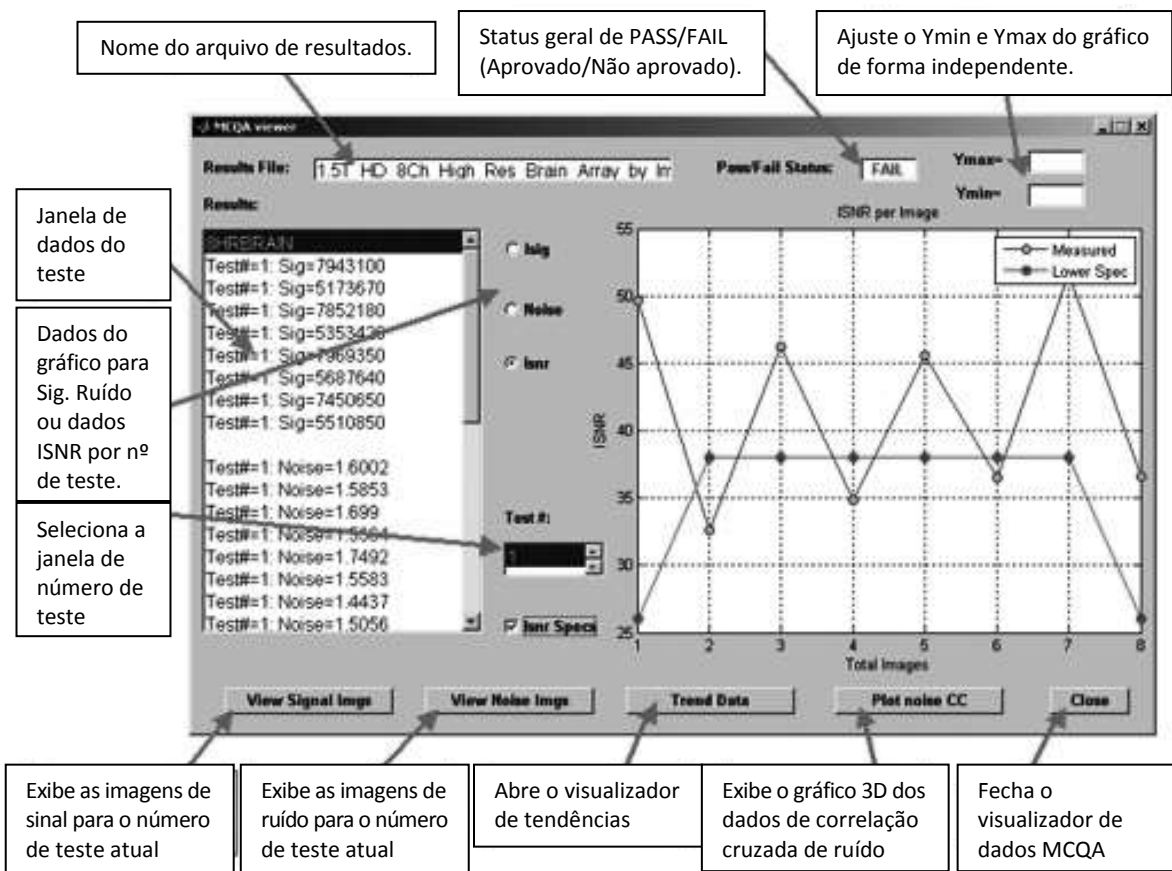

Figura 7
**Observação:** O Visualizador de Resultados será aberto como mostra a Figura 7. O nome do arquivo de resultados e os resultados de PASS/FAIL (Aprovado/Não aprovado), exibidos na GUI da ferramenta, serão listados na parte superior do visualizador.